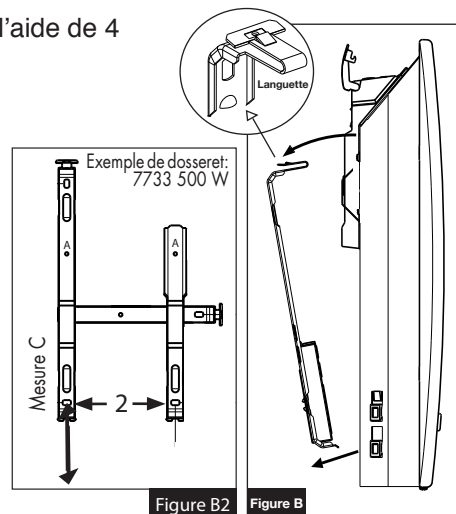

Figure B2
- 2- Placer le centre des trous de marquage inférieurs du dossieret (no. 2 Fig. B2) à la mesure C (voir tableaux Fig. C - D - E - F) du sol puis faites une marque.